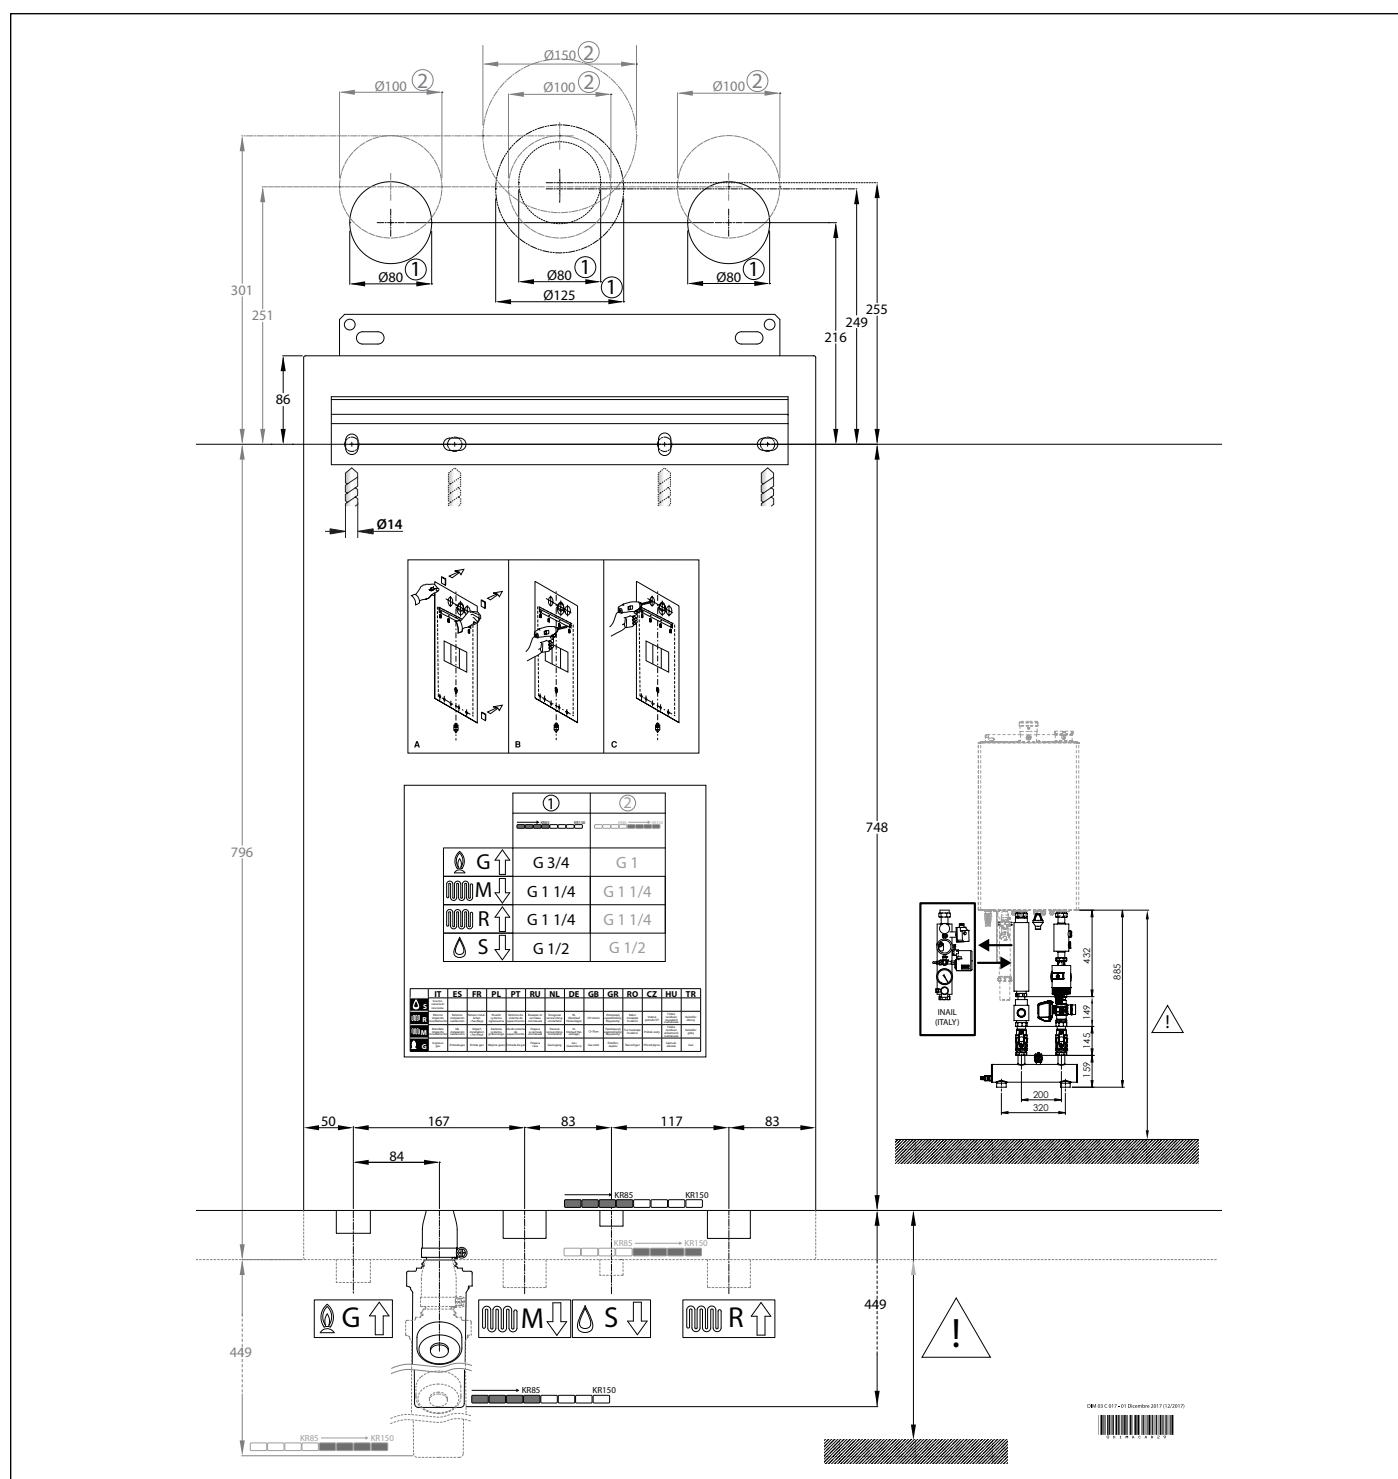

Fig. 12 Plantilla de instalación
- la plantilla de fijación de la caldera a la pared (ver Fig. 12 Plantilla de instalación).
Cada aparato está provisto de una plantilla de papel correspondiente (ver Fig. 12 Plantilla de instalación).